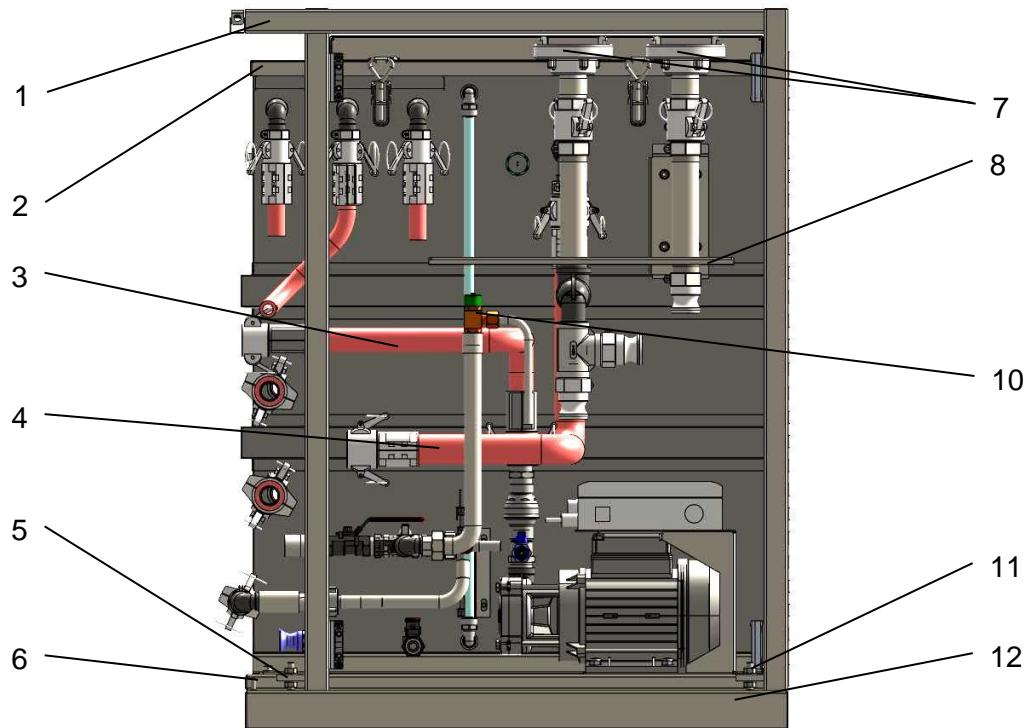

Abb. 8: Lieferumfang
- ◆ Befestigen Sie den Gerätesockel mit drei Flügelmuttern und Scheiben (13). Ein vierter, schwer zugänglicher Stehbolzen wird nicht verwendet.
- ◆ Lockern Sie am Gerätesockel der Abwasserhebeanlage die beiden Flügelmuttern (Pos. 5 Abb. 8:).
- ◆ Klappen Sie die beiden Abstandshalter (Pos. 6 Abb. 8:) nach außen.